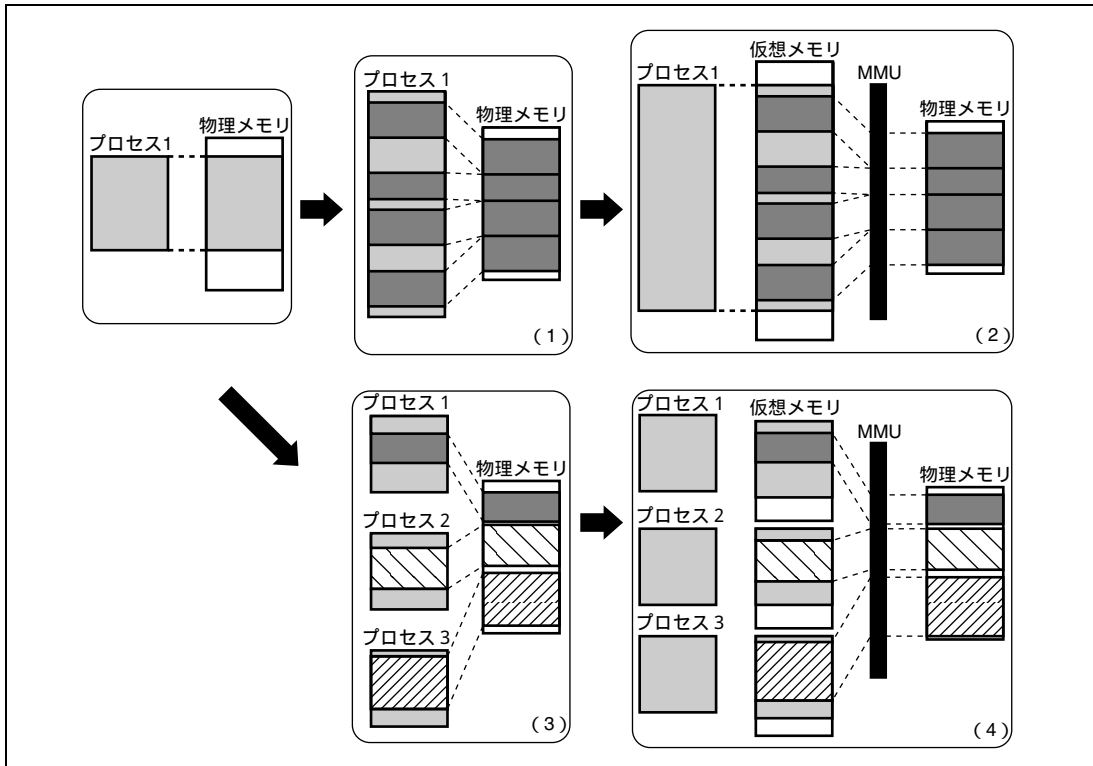

図 5.1 MMU の役割
MMU とは、物理メモリを有効に利用するために考え出された機能です。図 5.1 に示すように、プロセスのサイズが物理メモリより少ない場合は、プロセスのすべてを物理メモリへマッピングすることが可能です。しかし、プロセスのサイズが増大し物理メモリに収まらない場合は、プロセスを分割して実行に必要な部分を随時物理メモリへマッピングする必要が生じます (図 5.1 (1))。この物理メモリへのマッピングをプロセス自身が考えながら実行している場合は、プロセスにかかる負担が増大します。この負担を軽減するために、物理メモリへのマッピングを一括して行おうとして生まれた考え方が仮想記憶方式です (図 5.1 (2))。仮想記憶方式では、物理メモリに比べて十分に大きな仮想メモリを用意します。プロセスは、この仮想メモリにマッピングされます。このため、プロセスは仮想メモリ上での動作だけを考えていれば良くなります。仮想メモリから物理メモリへのマッピングには、MMU が用いられます。MMU は通常 OS が管理しており、プロセスが必要とする仮想メモリを円滑に物理メモリへマッピングできるように物理メモリの入れ換えを行います。物理メモリの入れ換えは、2 次記憶などとの間で行われます。
こうして生まれた仮想記憶方式は、複数のプロセスが同時に走行するタイムシェアリングシステム (TSS) の上で威力を発揮します (図 5.1 (3))。TSS 上で走行する複数のプロセスがおのおの物理メモリへのマッピングを意識しながら動作していたのでは、効率が上がりません。この効率を上げ各プロセスの負担を減らすために、仮想記憶方式は使われます (図 5.1 (4))。この仮想記憶方式では、プロセスごとに仮想メモリが割り当てられます。MMU は、複数の仮想メモリを効率よく物理メモリへマッピングする働きをします。さらにあるプロセスが別のプロセスの物理メモリに誤ってアクセスしないように、MMU には記憶保護の機能も備わっています。